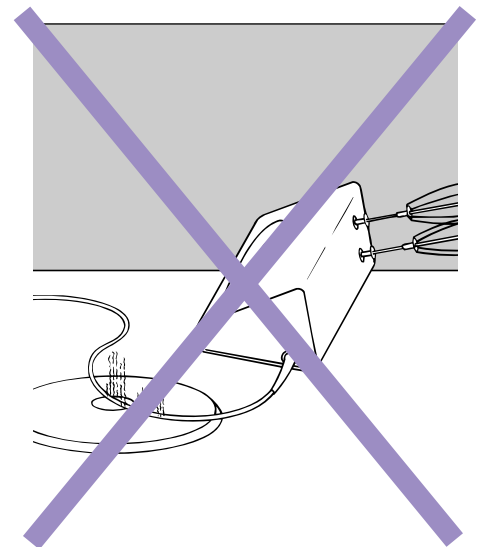

Abb. 15:
- dass die Werkzeuge Stütznasen aufweisen, die auf dem Schüsselboden aufgesetzt werden können (s. Abb. 15),